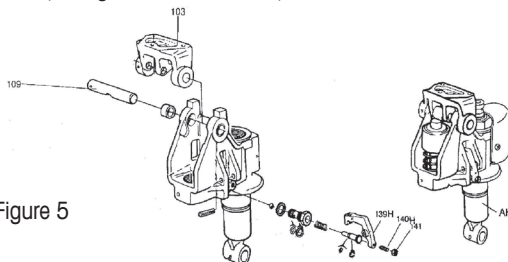

Figure 5
1. Desserrez et retirez les 3 vis et les 3 rondelles de ressorts de la base (voir figure ① ci-dessous)
2. Placez la poignée sur la base. Faites attention lors du passage du câble de remorquage dans le centre de la base et le trou prévu dans l'axe (voir figure 5, 109).
3. Insérez les 3 vis et les rondelles de ressort dans la base et serrez à fond (voir figure ② ci-dessous)
4. Soulevez le maillon coudé et insérez la goupille du câble de remorquage dans la gorge du maillon coudé (voir figure ③ ci-dessous et figure 5, 139H)
5. Ouvrez le boîtier du terminal, insérez la batterie et connectez les fils du terminal sur la batterie. Assurez-vous de relier le fil rouge à la borne positive et le fil noir à la borne négative (voir ci-dessous la figure ④)
1. Ajustez la vis de réglage (voir figure 5, 140H) sur le maillon coudé jusqu'au fonctionnement de la position ABAISSER.
6. Fixez la vis de réglage en serrant l'écrou de la vis de réglage (voir figure 5, 140H et 141).